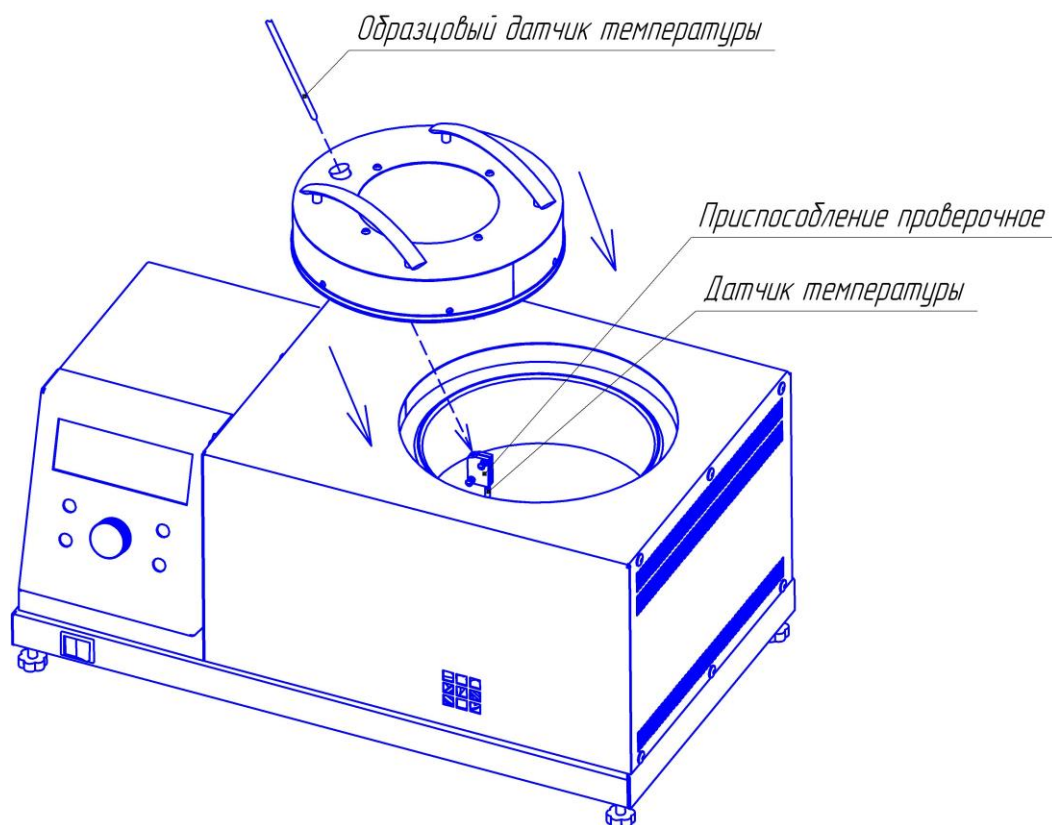

Рисунок 2 – Установка образцового термометра
9.5.4 В гнездо приспособления проверочного через отверстие в крышке вставить чувствительную часть образцового датчика температуры (см. рисунок 2) таким образом, как показано на рисунке 1 Б, В и закрыть камеру крышкой.